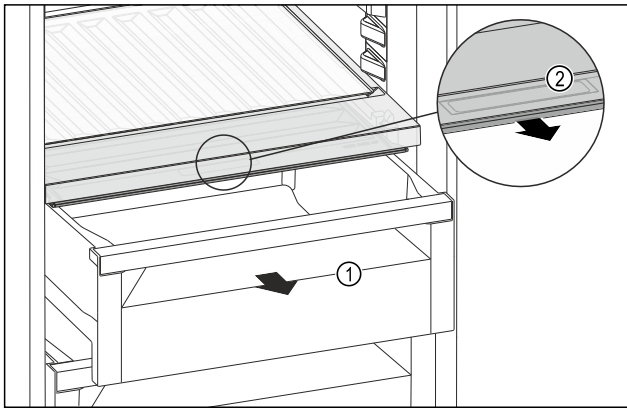

Fig. 223
- ▶ Schubfach Fig. 223 (1) herausziehen.
- ▶ Griffmulde Fig. 223 (2) am Fachdeckel anfassen und Fachdeckel gleichzeitig nach vorne ziehen.